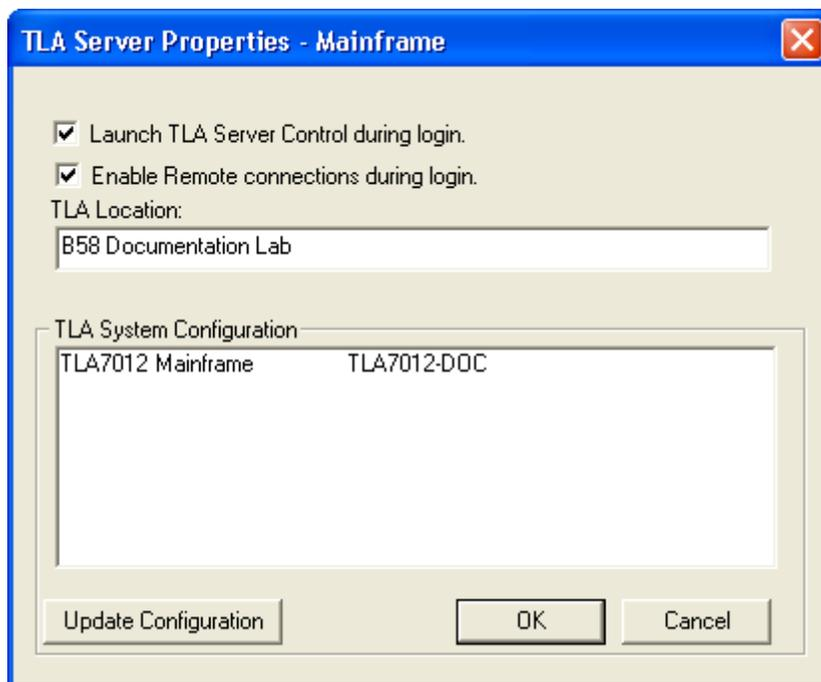

図 37: TLA Server Properties ダイアログ・ボックス
2. **Launch TLA Server Control during login** をクリックします。(図 37 参照)。